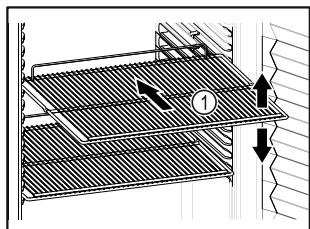

Fig. 58
- Pokud jsou odstavné rošty Fig. 58 (1) přemístitelné, přizpůsobte je vždy na danou výšku.